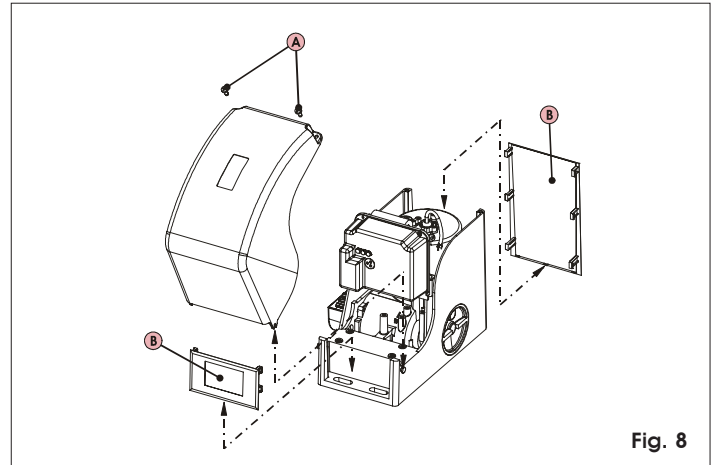

Fig. 8
- 1) Quite la tapa motor destornillando completamente los 2 tornillos de fijación superiores (Fig.8 ref.A), gire la tapa unos 30° y extráigala verticalmente. Saque las 2 protecciones laterales (Fig.8 ref.B).